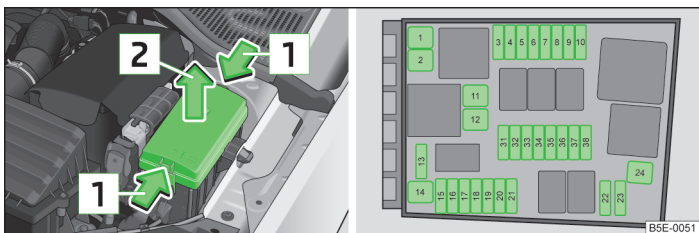

Fig. 210 Couvercle de la boîte à fusibles dans le compartiment moteur/re-présentation schématique de la boîte à fusibles
- Comprimer les touches de verrouillage du cache simultanément dans le sens de la flèche **1** » fig. 210.